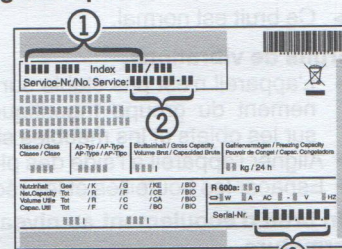

Fig. 33
- Consulter la désignation de l'appareil Fig. 33 (1), le N° de service Fig. 33 (2) et le N° de série Fig. 33 (3) sur la plaque signalétique. La plaque signalétique se trouve à l'intérieur de l'appareil, sur le côté gauche.